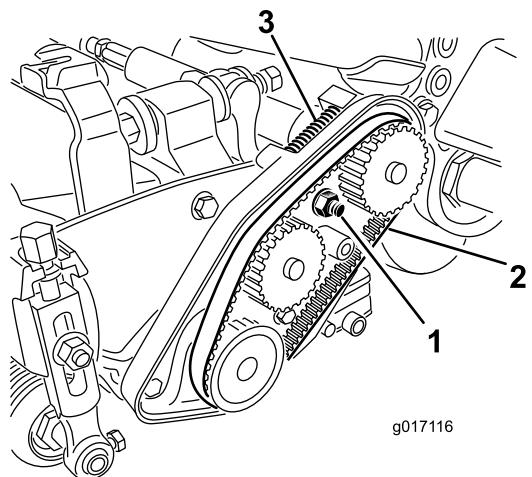

図 16
3. ベアリングハウジングのナットをゆるめる図 16。
5. 各ベルトを取り外す図 16。
12. 圧縮スプリングからベルトに適切な力が掛かっていることを確認する図 16。